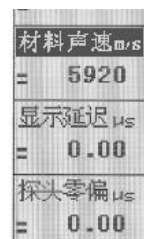

图 2.4
- 2、再通过“向上”或“向下”键选择“材料声速”，材料声速栏被反选，如图 2.4 所示，再左旋或右旋飞轮，调节声速的大小。